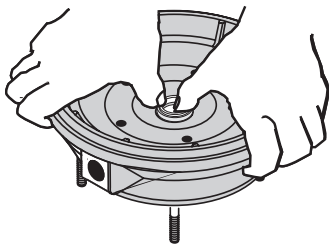
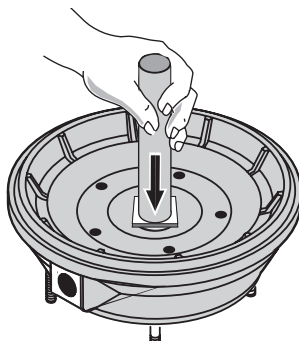

Figura 11A
Figura 11B
- C. Haciendo presión con el dedo, oprima el asiento firme y correctamente en la cavidad. Consulte la Figura 11A. La cara pulida del asiento apunta hacia el interior de la bomba. Si no puede colocar el asiento debidamente, ponga una arandela de cartón sobre la cara pulida y use un trozo de tubo estándar de 3/4" para oprimir. Consulte la Figura 11B.